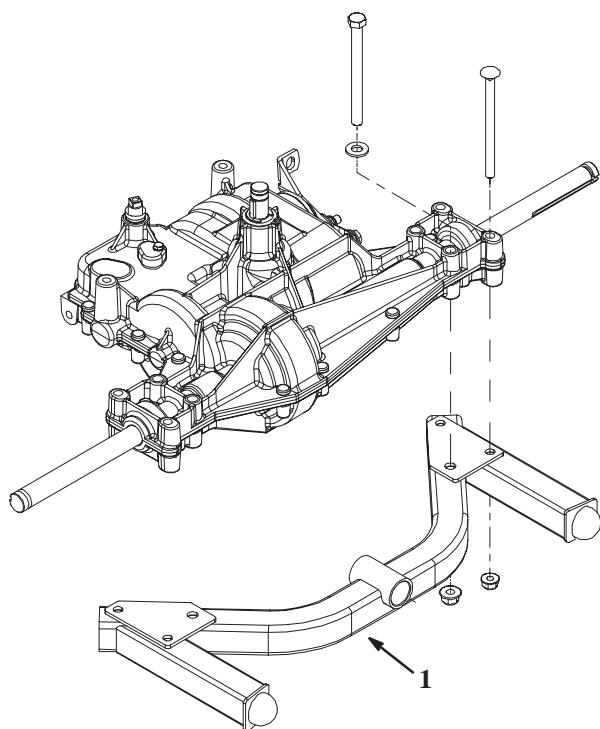

Figura 3
6. Sollevate l'attacco del sulky sui nuovi bulloni. Collocatelo come illustrato nella figura 3.